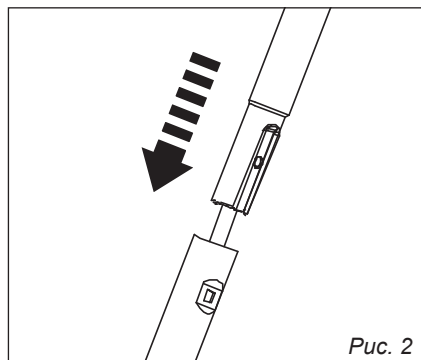

Рис. 2
1. Установите нижнюю часть штанги по направляющим таким образом, чтобы совпали оба отверстия по каждой стороне, *рис. 2*.